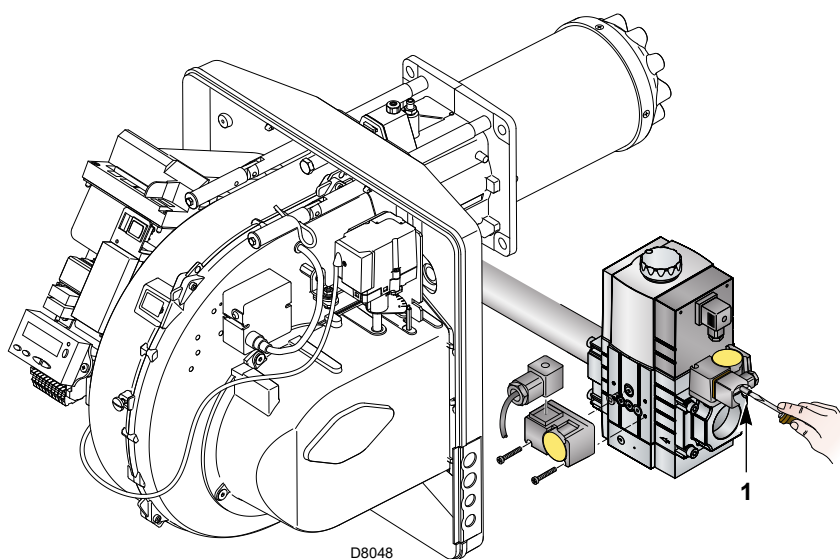

Fig. 25
- Contrôler la pression d'alimentation du gaz en raccordant un manomètre sur la prise de pression 1)(Fig. 25) du pressostat gaz minimum: elle doit être inférieure à la pression maximale admise pour la rampe gaz qui est indiquée sur la plaque des caractéristiques.
- Purger les tubes de la rampe gaz de l'air, en raccordant un tube en plastique sur la prise de pression 1)(Fig. 25) du pressostat gaz minimum. Porter le tube de purge à l'extérieur de l'édifice jusqu'à sentir l'odeur du gaz.